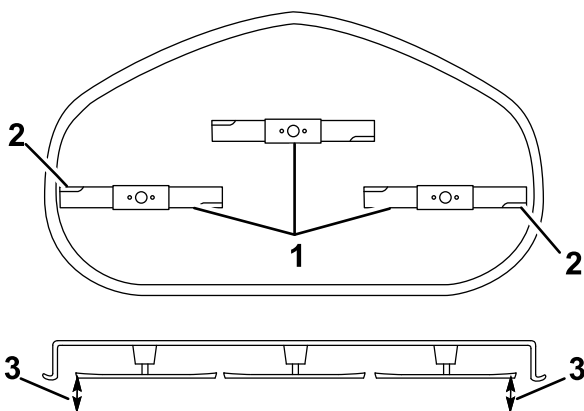

Figuur 64
5. Meet tussen de buitenste snijranden en de vlakke ondergrond (Figuur 64 en Figuur 65).